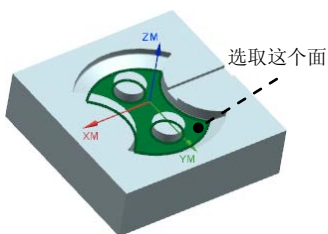

图 21.38 定义切削区域
Step2. 选取图 21.38 所示的面为切削区域（共 1 个面），在“切削区域”对话框中单击